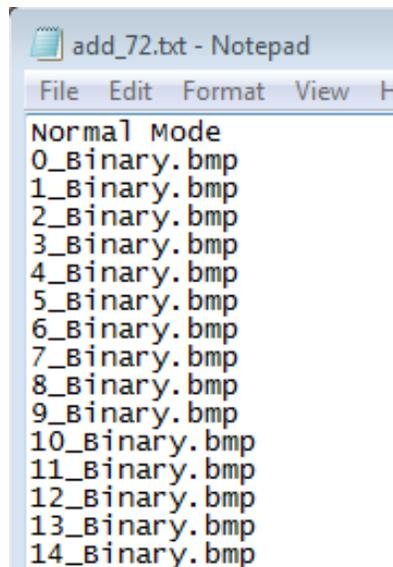
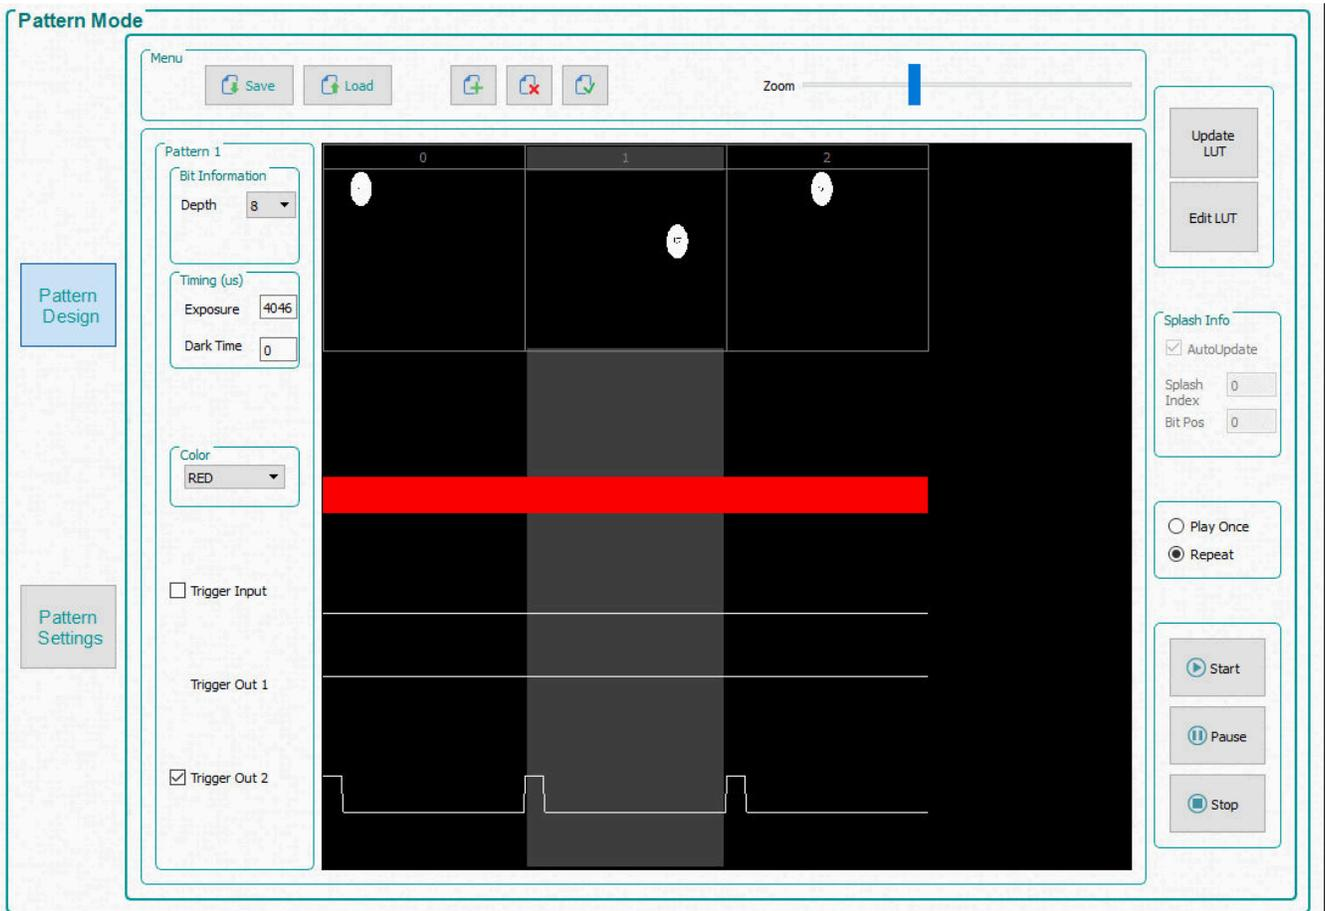

图 6-8. 从列表中添加
图 6-9. 图案序列
3. 点击 **Menu** 栏中的 **Add Pattern** 按钮，然后从图像示例目录中浏览任意三个位图图像。请确保从正在使用的 EVM 的正确图像文件夹中选择图像。可以在打开的文件对话框窗口中同时选择所有的三幅图像。一次选择多个文件时，操作系统不会按照选择图像的的顺序加载图像。要按照预定义的顺序添加图像，请使用 **Load** 按钮。此选项从包含按所需顺序的每个位图的文件名的文本文件中加载图像。或者，您可以使用 **Add Pattern** 按钮一次添加一个图像，确保按顺序加载图像。图 6-8 显示了从文件中加载图像的示例。位图图像必须与文本文件位于同一目录中。添加图像后，请参阅图 6-9。